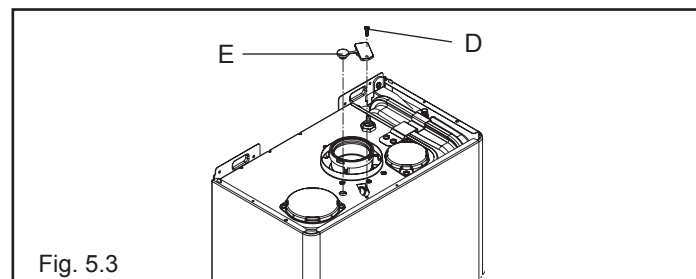

Fig. 5.3
- Rimuovere la vite e (E) e il coperchietto (D) sulla cassa aria (fig. 5.3)